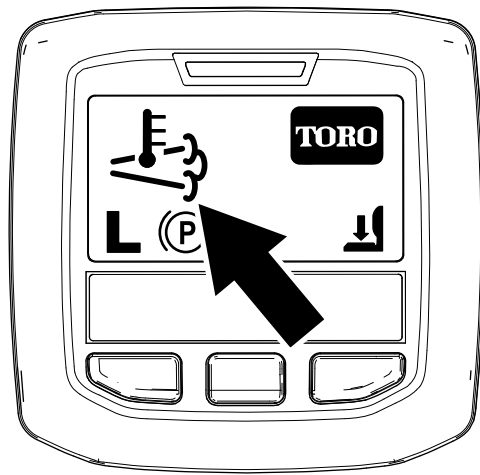

Bild 45
- () wird im InfoCenter angezeigt (Bild 45).